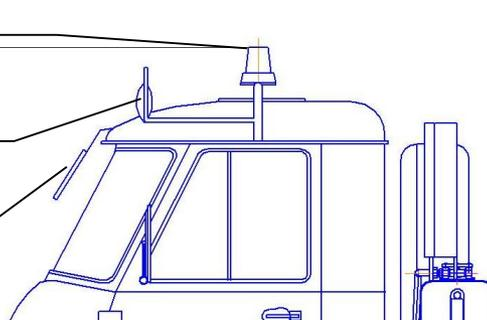

Рис.6 Дополнительное освещение
- дополнительными средствами освещения (дополнительные фары (рис.6, поз.2) для работы в тёмное время суток, установленные на кронштейне сверху кабины);
- дополнительной системой звуковой и световой сигнализации (рис.6, поз.1) (проблесковый маячок оранжевого цвета и зуммер заднего хода, который обеспечивает звуковое оповещение при движении машины назад);
- сферическим зеркалом (рис.6, поз.3) для обзора рабочей зоны перед машиной.